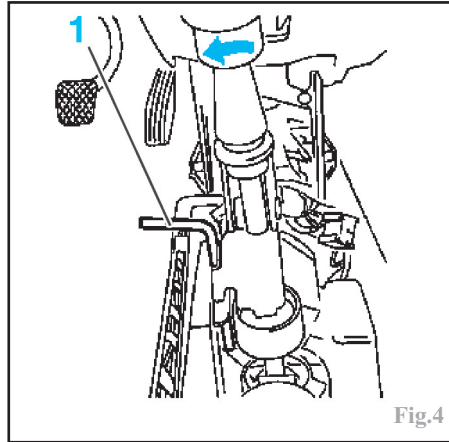

Fig.4
Retirer la canalisation hydraulique d'embrayage du purgeur après avoir retiré son agrafe de fixation (Fig.4, chapitre "Embrayage").
Incliner le levier vers la gauche et bloquer à l'aide de l'outil (1) Opel KM-527-A ou d'une pince de diamètre approprié (Fig.4).